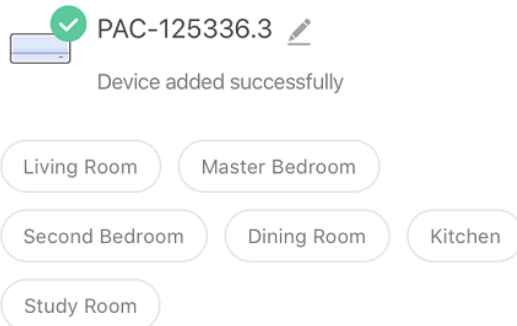

Abb.3
5. Sie können die Bezeichnung des Geräts ändern. Tippen Sie dazu auf das Stiftsymbol daneben und wählen Sie den Ort Ihres Geräts aus. Tippen Sie dann oben rechts auf "Done" (Erledigt). (Abb. 3)